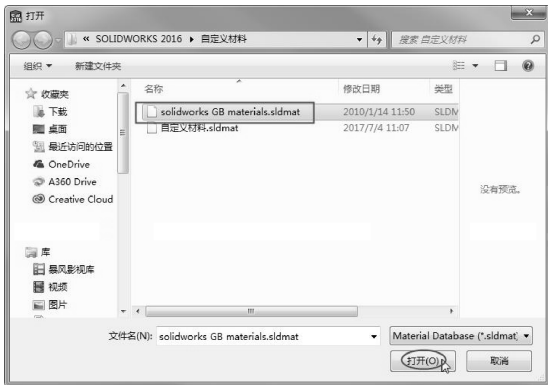

图 9-32 打开 GB 材料库文件
- 07 然后在【材料】对话框底部单击 **打开(O)...** 按钮，找到存放 GB 材料库文件的路径，选择 SolidWorks GB materials.sldmat 打开即可，如图 9-32 所示。